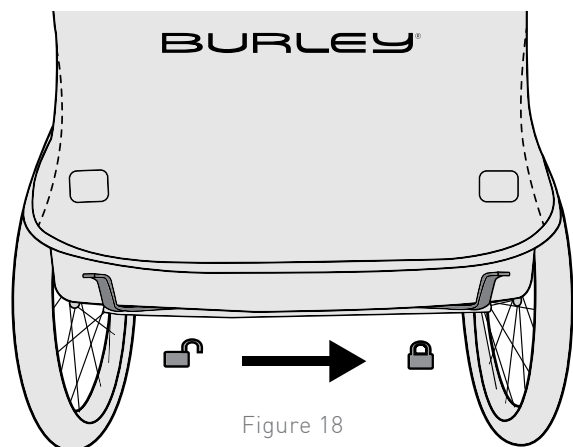

Figure 18
1. Faites glisser le levier sur la droite (Figure 18).